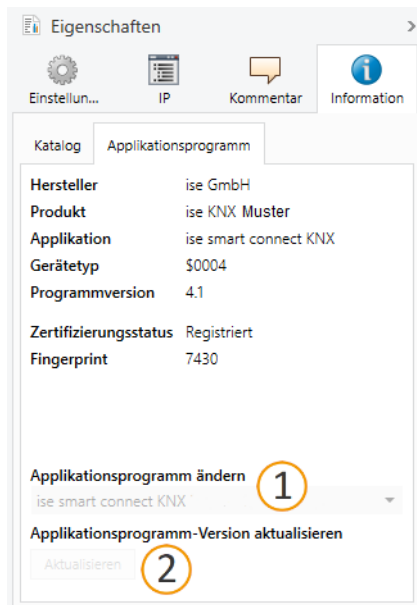

Abbildung 20: Applikationsprogramm aktualisieren
5. Wählen Sie die Schaltfläche <<Aktualisieren>> unterhalb des Punkts <<Applikationsprogramm-Version aktualisieren>> (siehe Abbildung 20, Pos. 2)
- Wenn Sie den Wert unter <<Applikationsprogramm ändern>> (siehe Abbildung 20, Pos. 1) ändern, gehen benutzerdefinierte Einstellungen, wie z. B. die Verknüpfungen zu den Gruppenadressen verloren.